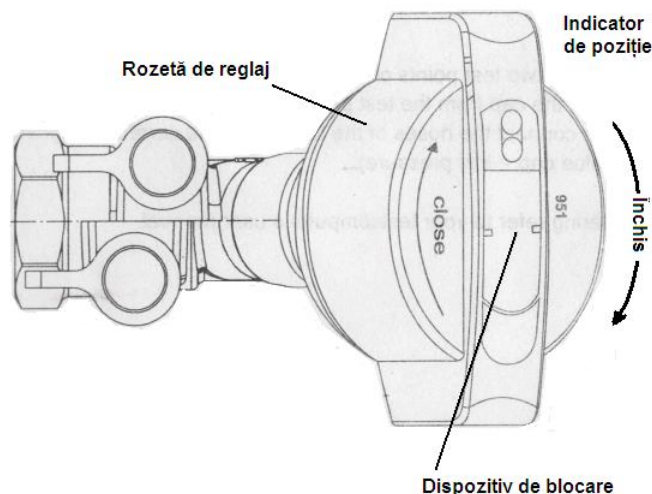

Fig. 3
- se desface capacul dispozitivului de blocare (fig. 3) cu o șurubelniță cu cap fin;